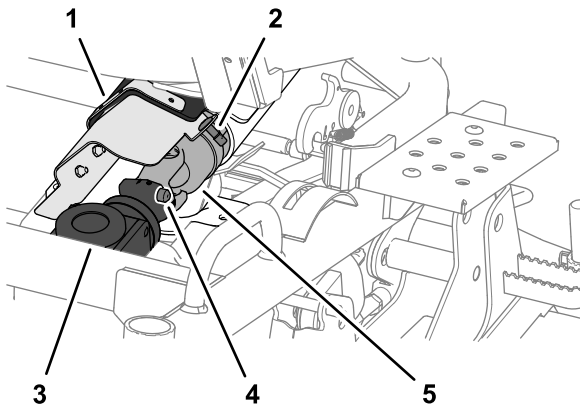

Bild 112
- Drehen Sie die Viertelumdrehungsbefestigung und öffnen Sie die Abdeckung des Antriebsgelenks von der Riemenabdeckung (Bild 112).
- Drücken Sie den Federstift und ziehen Sie das Ende der Antriebswelle nach hinten, um das vordere Ende der Antriebswelle vom Mähwerkgetriebe abzutrennen (Bild 112).
- Fluchten Sie die Keile des Antriebsgelenks der Antriebswelle mit den Keilen in der Getriebekupplung aus, siehe Bild 112 in Trennen Sie die Antriebswelle vom Mähwerkgetriebe ab. (Seite 80).
- Drücken Sie den Federstift und drücken Sie dann das Ende der Antriebswelle nach vorne, siehe Bild 112 in Trennen Sie die Antriebswelle vom Mähwerkgetriebe ab. (Seite 80).
- Lassen Sie den Federstift los und prüfen, ob das Antriebsgelenk der Antriebswelle im Mähwerkgetriebe arretiert ist, siehe Bild 112 in Trennen Sie die Antriebswelle vom Mähwerkgetriebe ab. (Seite 80).
- Schließen Sie die Abdeckplatte des Antriebsgelenks und befestigen es mit der Viertelumdrehungsbefestigung an der Riemenabdeckung, siehe Bild 112 in Trennen Sie die Antriebswelle vom Mähwerkgetriebe ab. (Seite 80).